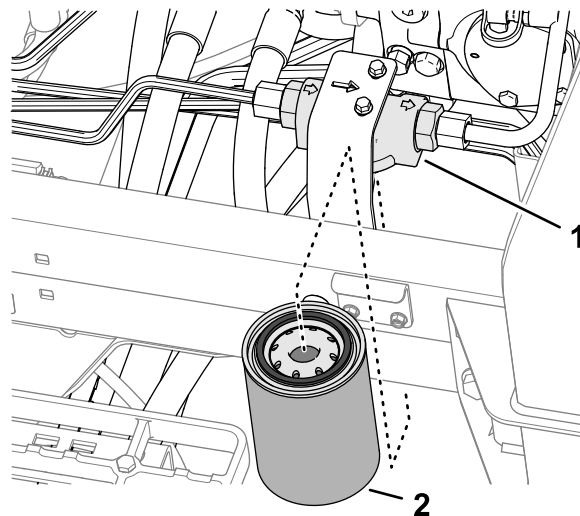

Figura 118
3. En el lado izquierdo de la máquina, coloque un recipiente de vaciado debajo del filtro hidráulico (Figura 118).